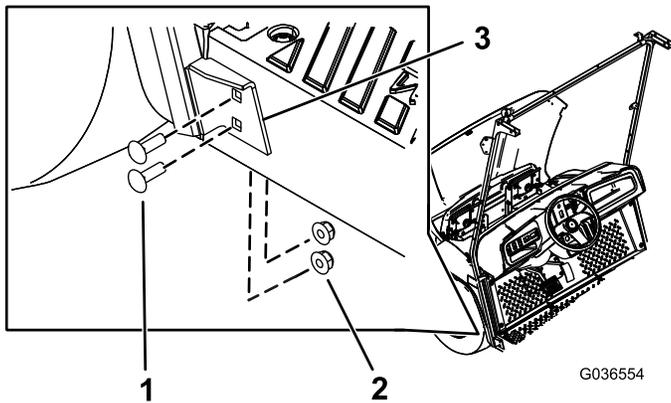

Figure 26
4. Fixez la patte inférieure des supports gauche et droit du pare-brise à la machine en insérant 4 boulons à embase hexagonale (5/16" x 1") et 4 écrous (5/16") dans les trous que vous avez percés à l'opération 1 (Figure 26).